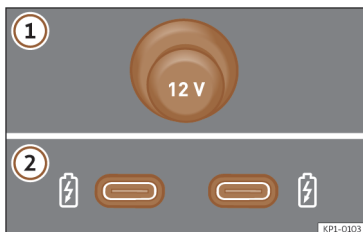

Fig. 171 Vehicle 12-volt socket.
>>> Fig. 171
>>> **Fig. 171 ②**.